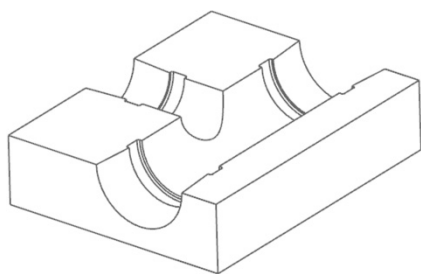
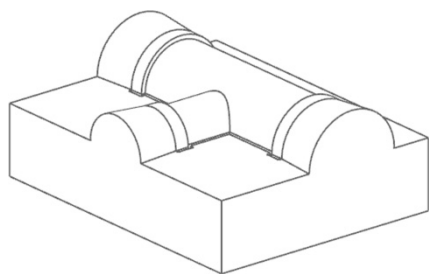

图 6-21 型腔零件
图 6-22 型芯零件
(36) 单击“定义型腔和型芯”按钮，在【定义型腔和型芯】对话框中选取“所有区域”，单击“确定”按钮，创建型腔零件（见图 6-21）和型芯零件（见图 6-22）。